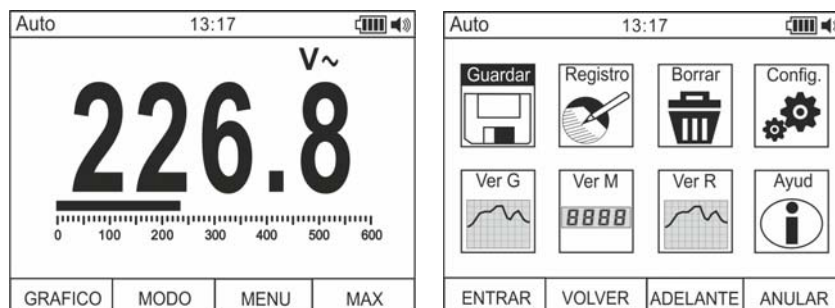

Fig. 9: Menú general del instrumento
1. Con la medida presente en pantalla (vea Fig. 9 – parte izquierda) pulse la tecla función **F3** para acceder al menú general del instrumento. La pantalla (vea Fig. 9 – parte derecha) se muestra en el visualizador